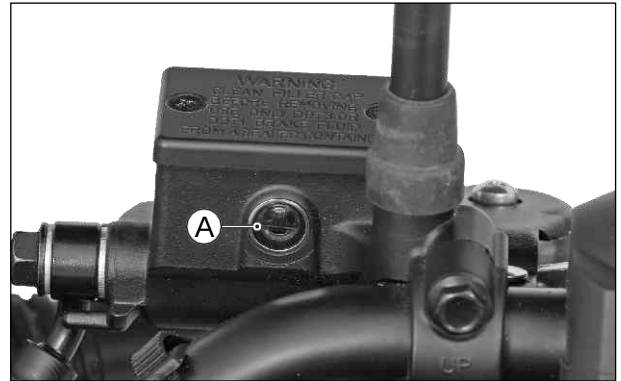

Fig. 6.49
- Llene con líquido de freno nuevo (DOT3 o DOT4) hasta la marca "MIN" (A) en el depósito y purgue el sistema completamente. (Fig. 6.49)